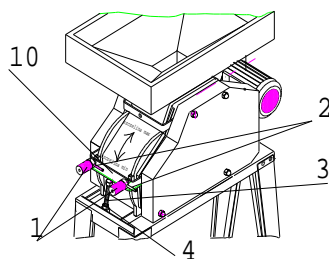

Рис.24 Установка размера щели между валами.
Изменение толщины расплющиваемого зерна достигается путем установки соответствующего расстояния между валами. Перед запуском зерноплющилки следует установить с помощью натяжного устройства(10), соответствующий размер щели между вальцами, поворачивая натяжное устройство в соответствии с направлением, указанным на (рис. 24). Затем следует затянуть зажимы (1) и застопорить их с помощью фиксирующей ручки (2). Установленный размер щели можно сохранить, затягивая упор натяжного устройства (3), который должен соприкоснуться с поперечной балкой натяжного устройства (10) и застопорить его контрящей гайкой (4). Во время пускового испытания плющильные валы не должны тереться друг о друга. В случае обнаружения каких-либо неисправностей, следует немедленно их устранить).